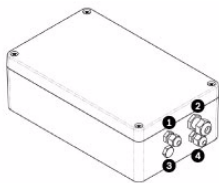

Figura 4.7 Carcasa de la fuente de alimentación MIC, con casquillos de cable identificados
17. Pase el extremo no conectado del cable de vídeo compuesto blindado por la parte superior derecha del casquillo de cable M16 de 1/2 pulg. (elemento 2, *Figura 4.7*).
22. Realice las conexiones de vídeo necesarias. Introduzca el cable coaxial de su elección (consulte la tabla siguiente para identificar el tipo de cable recomendado, la distancia máxima y otras especificaciones para la conexión de vídeo coaxial entre la fuente de alimentación MIC y el sistema de control del bloque de terminales) por la parte superior izquierda del casquillo de cable M12 (elemento 1, *Figura 4.7*).
25. *Sólo para salida doble de vídeo:* si es necesario, retire el tapón obturador que cubre el orificio del casquillo de cable M12 de la parte inferior izquierda (elemento 3, *Figura 4.7*). Introduzca un segundo cable de salida de vídeo por el casquillo y, a continuación, conecte el cable de salida de vídeo conmutado a la toma BNC CN3. Este segundo cable proporciona control de vídeo de la cámara óptica y de la cámara térmica; los usuarios pueden cambiar de una cámara a otra.
26. Introduzca el cable de telemetría a través del casquillo M12 de la parte inferior derecha (elemento 4, *Figura 4.7*).
28. Si va a conectar tarjetas complementarias adicionales (por ejemplo, una tarjeta para alarmas de 8 entradas (MIC-516ALM) o alarmas de 8 entradas más accionamiento de bomba del lavador (MIC-ALM) y/o una tarjeta bifásica (MIC-BP4)) quite alguno de los tapones que cubren otro de los orificios e inserte el casquillo M12 (elemento 3, *Figura 4.7*). Acople el casquillo M12 suministrado. Realice las conexiones adecuadas para conectar la terminal CN2.